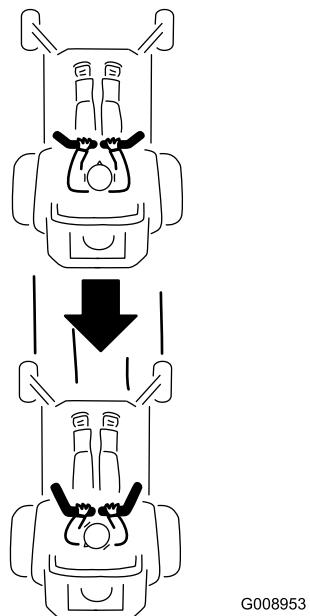

Figura 23
2. Para ir hacia atrás, mire hacia atrás y tire lentamente de las palancas de control de movimiento hacia atrás (Figura 23).
3. Para ir hacia adelante, empuje lentamente las palancas de control de movimiento hacia adelante (Figura 23).